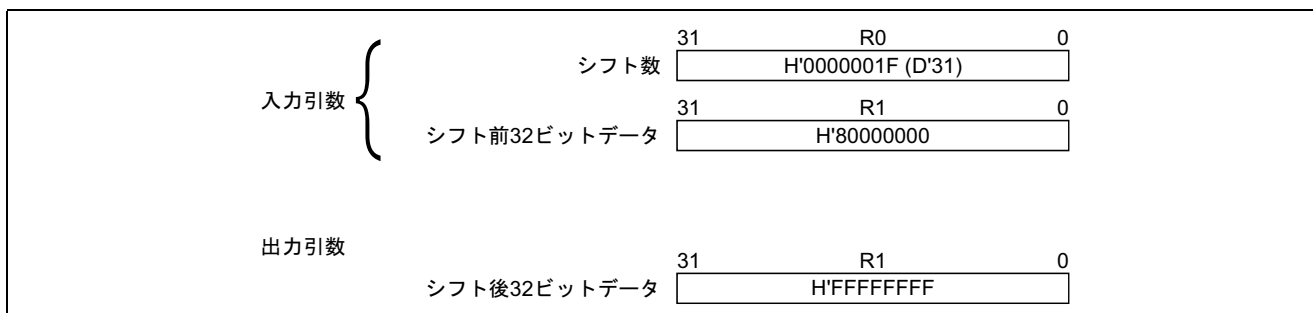

図 1 ソフトウェア SHARN の実行例
b. 図 1 にソフトウェア SHARN の実行例を示します。